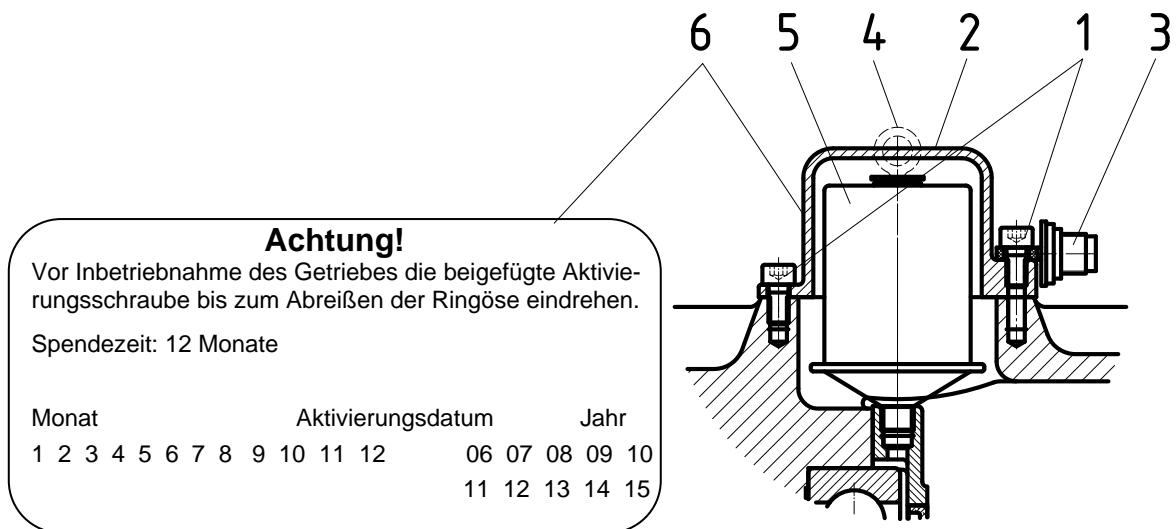

Bild 4-1: Aktivierung des automatischen Schmierstoffgebers bei Normmotoranbau
Die Kartuschenhaube (2) ist dafür abzuschrauben (siehe Bild 4-1). Der Schmierstoffgeber (5) wird herausgeschraubt und durch einen neuen Schmierstoffgeber (Teile-Nr.:283 0100) ersetzt. Anschließend Aktivierung durchführen (siehe Kap. 4.2)!